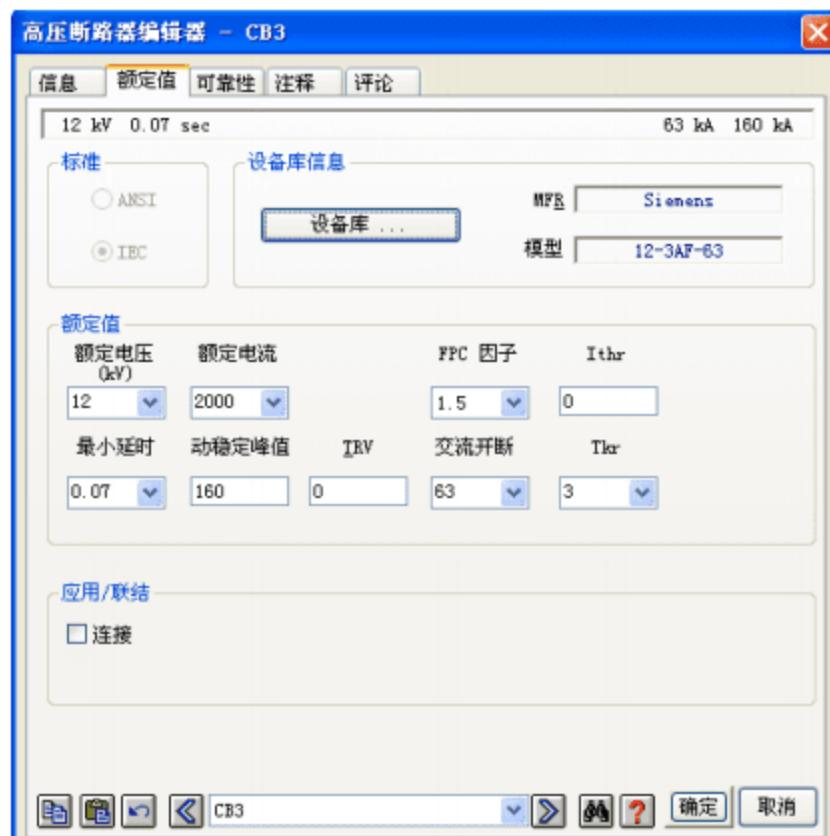

图3-4 重新选择参数后的高压断路器CB3编辑器
(3) 重新选择断路器 CB3 的参数：在单线图上双击 CB3，打开“高压断路器编辑器”，将额定“交流开断”电流设为 63kA，额定“动稳定峰值”电流设为 160kA，如图 3-4 所示。